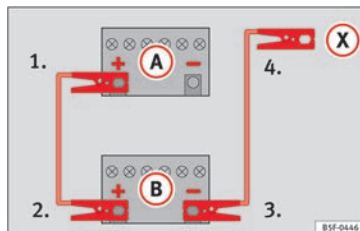

Fig. 70 Schéma de branchement pour les véhicules non équipés du système Start-Stop.
» fig. 70.
3. Raccordez l'autre extrémité du câble de démarrage rouge à la borne positive (+) du véhicule fournissant le courant (B).
4. Sur les véhicules sans système Start-Stop : raccordez une extrémité du câble d'urgence noir à la borne négative (-) du véhicule fournissant le courant (B) » fig. 70.